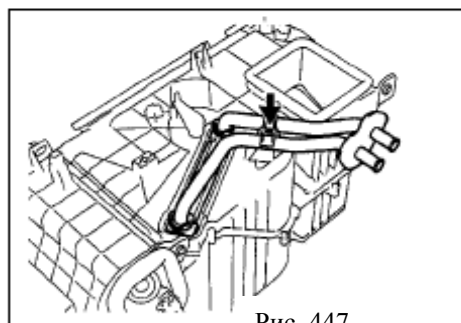

Рис. 447
- (2) Открутите винт, хомут и демонтируйте теплообменник отопителя (рис. 447)